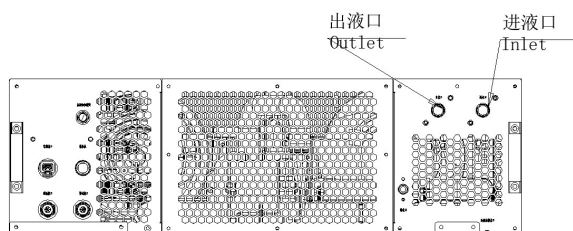

图 5-3 进出水口位置示意
1. 液冷设备进出水口的尺寸及位置见图 5-3，型号：快插接头 CQC20。